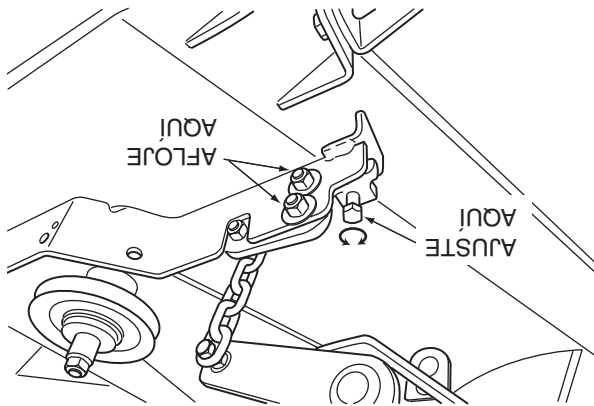

Figura 6-4. Ajuste de la plataforma de corte
1. En el lado izquierdo frontal de la plataforma de corte ubique el soporte de ajuste de nivel de la plataforma de corte (Vea la Figura 6-4).